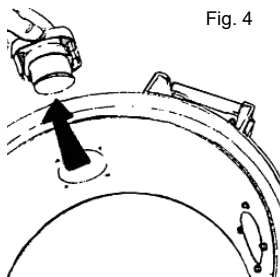

Fig. 4
2. Rimuovere la presa dall'apparecchio, vedere Fig. 4.